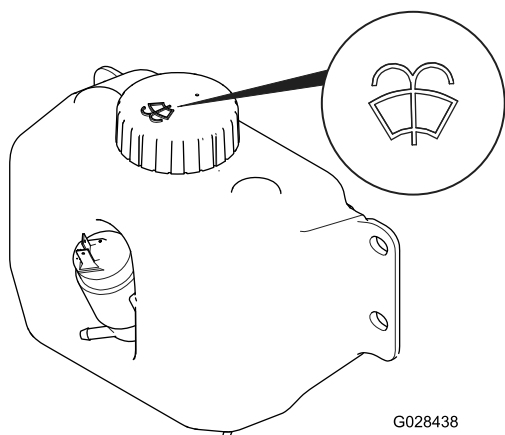

Figura 53
2. Aprite il cofano per accedere al serbatoio del detergente lavacrystallo (Figura 53).